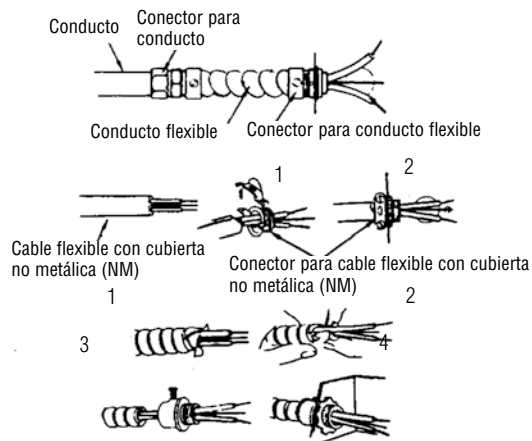

Figura 2 – Conectores, cable y accesorios de montaje utilizados para el cableado del MWUH
**NOTA:** para algunas aplicaciones puede que sea necesario un conducto (vea la Figura 2). Verifique los códigos eléctricos locales. Si el cableado se tiende por un conducto, asegúrese de que haya una cantidad suficiente de conducto flexible como para permitir el giro del calefactor en caso de ser necesario.
2. Instale los conectores de cable en la unidad (vea la Figura 2), y deslice el cable calibre 10 a través del conector de cable. Cuando haga las conexiones, extraiga a través del conector una cantidad suficiente de cable para trabajar.